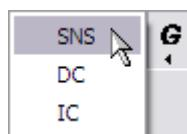

Рис. 2.48
2. В левой части вкладки **Схема кодирования** нажмите на кнопку **Группа** и выберите из раскрывшегося списка **SNS** (Рис. 2.48).